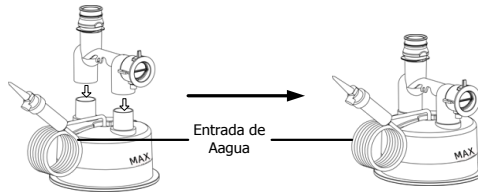

Fig. 11-6
(1) **Instalar el adaptador:** Instalar los adaptadores en dos interfaces verticales de la cámara de agua de acuerdo con la dirección mostrada en la figura y presionarlos fuertemente con fuerza, como se muestra en la Fig. 11-6.
**Nota:** Antes de instalar el adaptador, coloque la entrada de agua en la posición que se muestra en la Fig. 11-6 para asegurarse de que la entrada de agua pueda fijarse en la ranura de la cubierta después de instalar la cámara de agua.